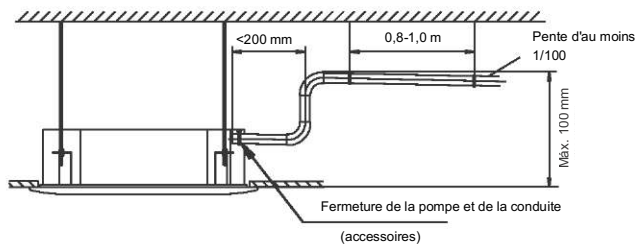

Fig. 6-2
7) Si la sortie du tuyau de drainage est plus haute que le tuyau de refoulement de la pompe de l'unité principale, le tuyau de drainage doit être disposé verticalement vers le haut à l'aide d'un raccord approprié, puis redescendre. La hauteur du tuyau ne doit pas dépasser 1000 mm au-dessus du bac de dégivrage, sinon un reflux excessif lors de l'arrêt pourrait provoquer un débordement. (Voir fig. 6-2)